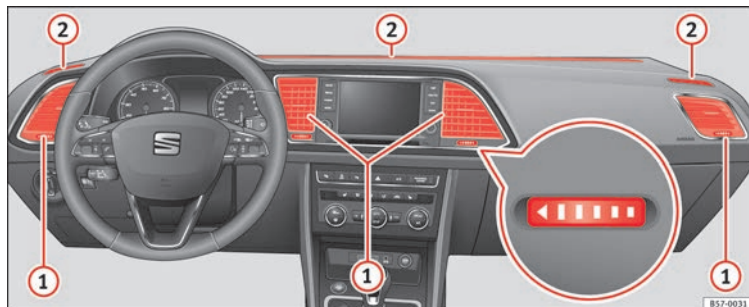

Fig. 163 En el tablero de instrumentos: difusores de aire.
Para garantizar la calefacción, refrigeración y ventilación dentro del habitáculo, los difusores de aire » **fig. 163** ① deberían permanecer abiertos.